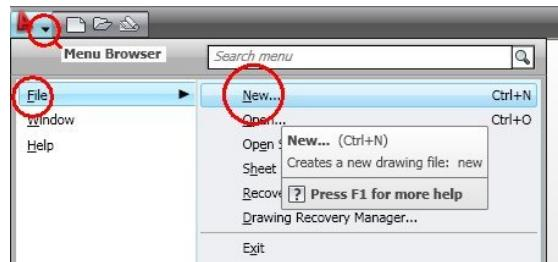
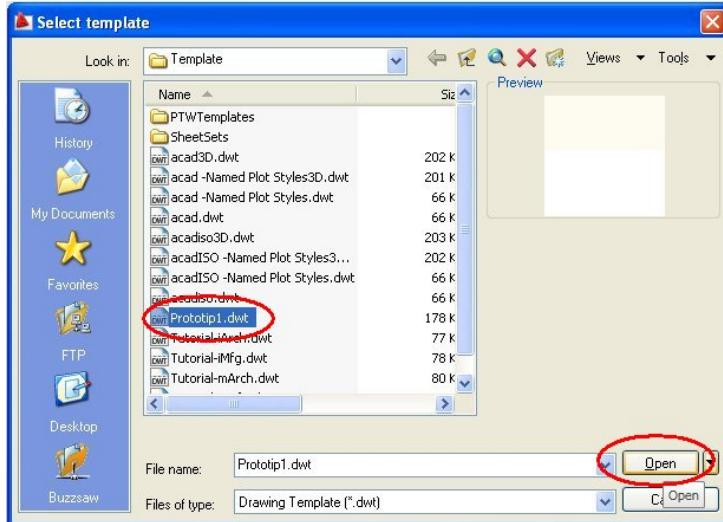

Figura 2.1.2
Figura 2.1.3
- din meniul principal, în succesiunea **Menu Browser → File → New...**, figura 2.1.2, ceea ce va avea ca efect apariția ferestrei **Select template**, figura 2.1.3, din care se va selecta fișierul şablon **Prototip1.dwt**;
Din fereastra **Select template** selecția se poate realiza prin dublu click stânga mouse pe numele fișierului prototip **Prototip1.dwt** sau prin simplu click stânga mouse pe numele acestuia, urmat de punctarea butonului **Open**, figura 2.1.3. După selecția prototipului se intră în mediul de desenare AutoCAD.